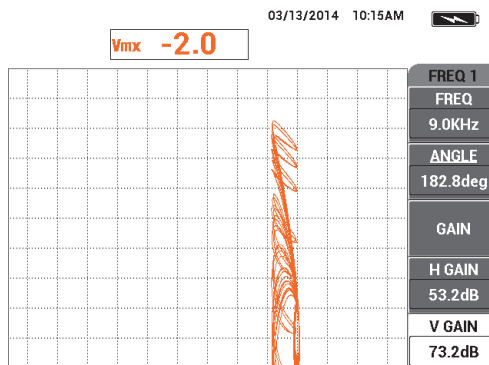

Abbildung 5-128 Einstellen von V VERST
25. Beim kontinuierlichem Bewegen der Sonde, drücken Sie die Funktionstaste E, um **V VERST** zu erhöhen bis sich das gemixte Signal innerhalb des ersten vertikalen Skalenteils über dem Nullpunkt befindet (siehe Abbildung 5-128 auf Seite 233).